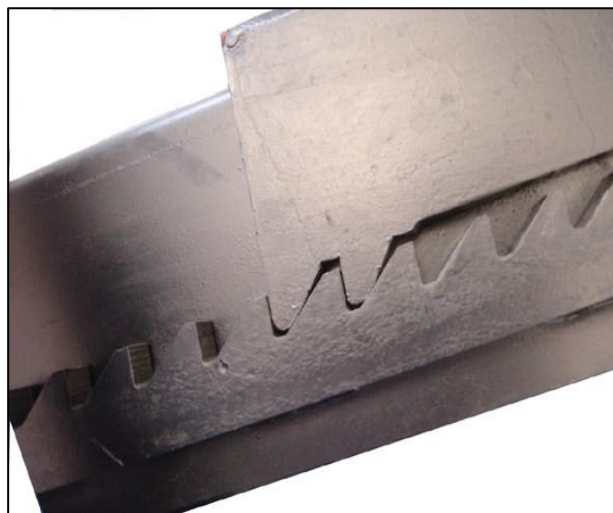

Рис. 10
- Механическое устройство безопасности. Убедитесь, что зубцы надежно сцепляются между собой. Рис. 10